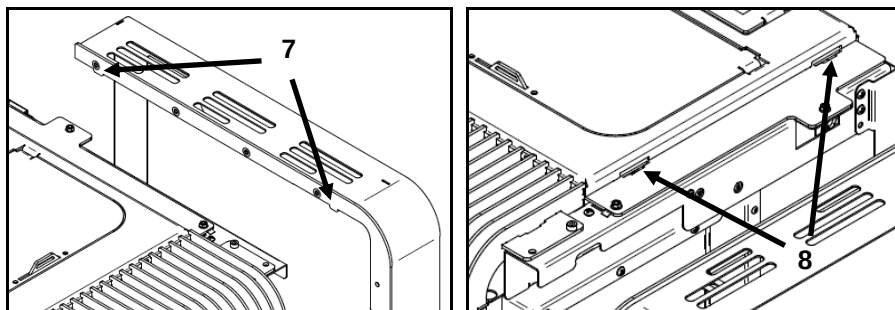

Figura 40 - Colocación de las envolventes Aspen
h) En el equipo **Aspen**, primero enganchar los agujeros **5** inferiores de las cubiertas laterales, en las guías **6** que están en el fondo de la máquina, después hacia abajo para encajar el soporte **7** en las ranuras **8**, como se muestra en la Figura 40.